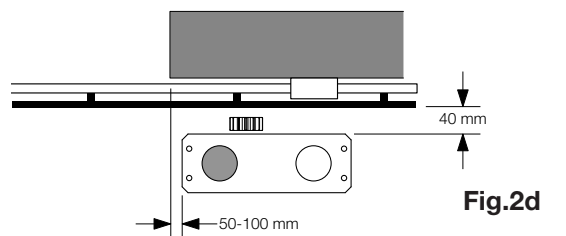

Fig.2d
- Fig. 2d installation avec moteur à droite